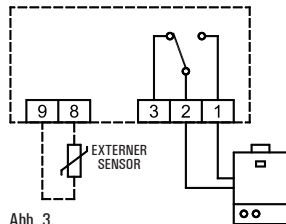
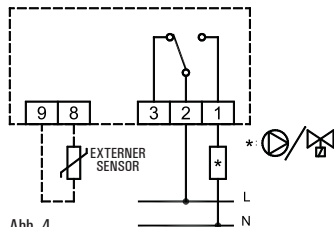

Abb. 3.
Abb. 4.
3. Die elektrischen Anschlüsse ausführen, indem man das Verbindungs-Schema von Abb. 3 oder Fig. 4 befolgt.
die Batterien einsetzen, beim Respektieren der Polarität, in den dazu vorgesehenen Raum (Abb. 4), und die Reset-Operation ausführen, indem man mit einem Spitzen-Objekt durch das vorhandene Loch agiert (L Abb. 4); **MAN DARF KEINE NADELN BENUTZEN.**
‘OK’: Programmation/Stunde/Bestätigung (I Abb. 4);
‘▲’: Vorwärts (G Abb. 4);
‘▼’: Zurück (H Abb. 4);